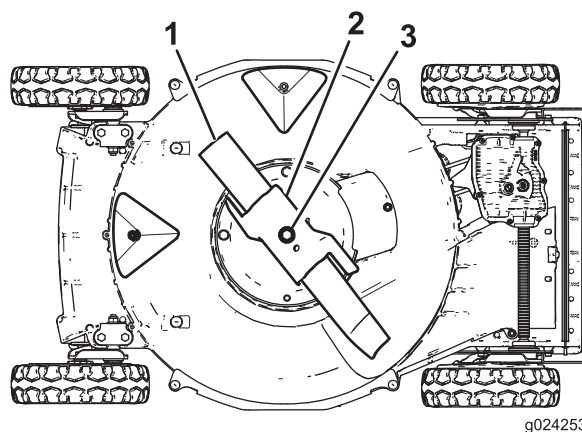

Bild 23
4. Kippen Sie die Maschine auf die **rechte** Seite (Luftfilter nach oben), wie in Bild 23 abgebildet.